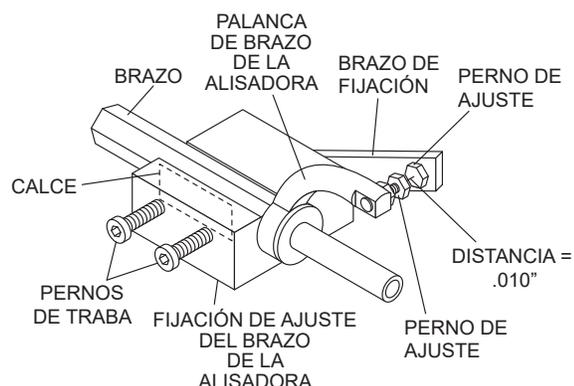

Figura 58. Componentes del dispositivo de ajuste de los brazos de la alisadora
- Desenrosque los pernos de traba de la herramienta de ajuste y coloque el brazo de la alisadora en la acanaladura del dispositivo según se muestra en la Figura 58. Tal vez sea necesario usar un calce delgado para cubrir los agujeros de las aspas en el brazo de la alisadora. Asegúrese de alinear el perno de ajuste de la alisadora con el perno de ajuste del dispositivo.
- Ajuste la "distancia" entre pernos mostrada en la Figura 58 para corresponder con uno de los brazos. Los otros brazos se ajustarán para corresponder con esta distancia.